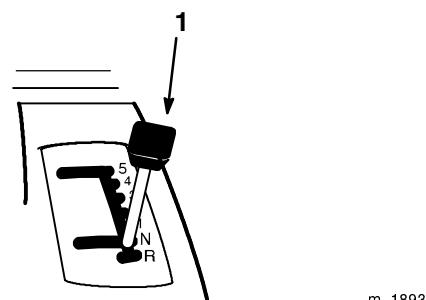

Figure 7
- Mettre le changement de vitesse au point mort (N) (Fig. 7).